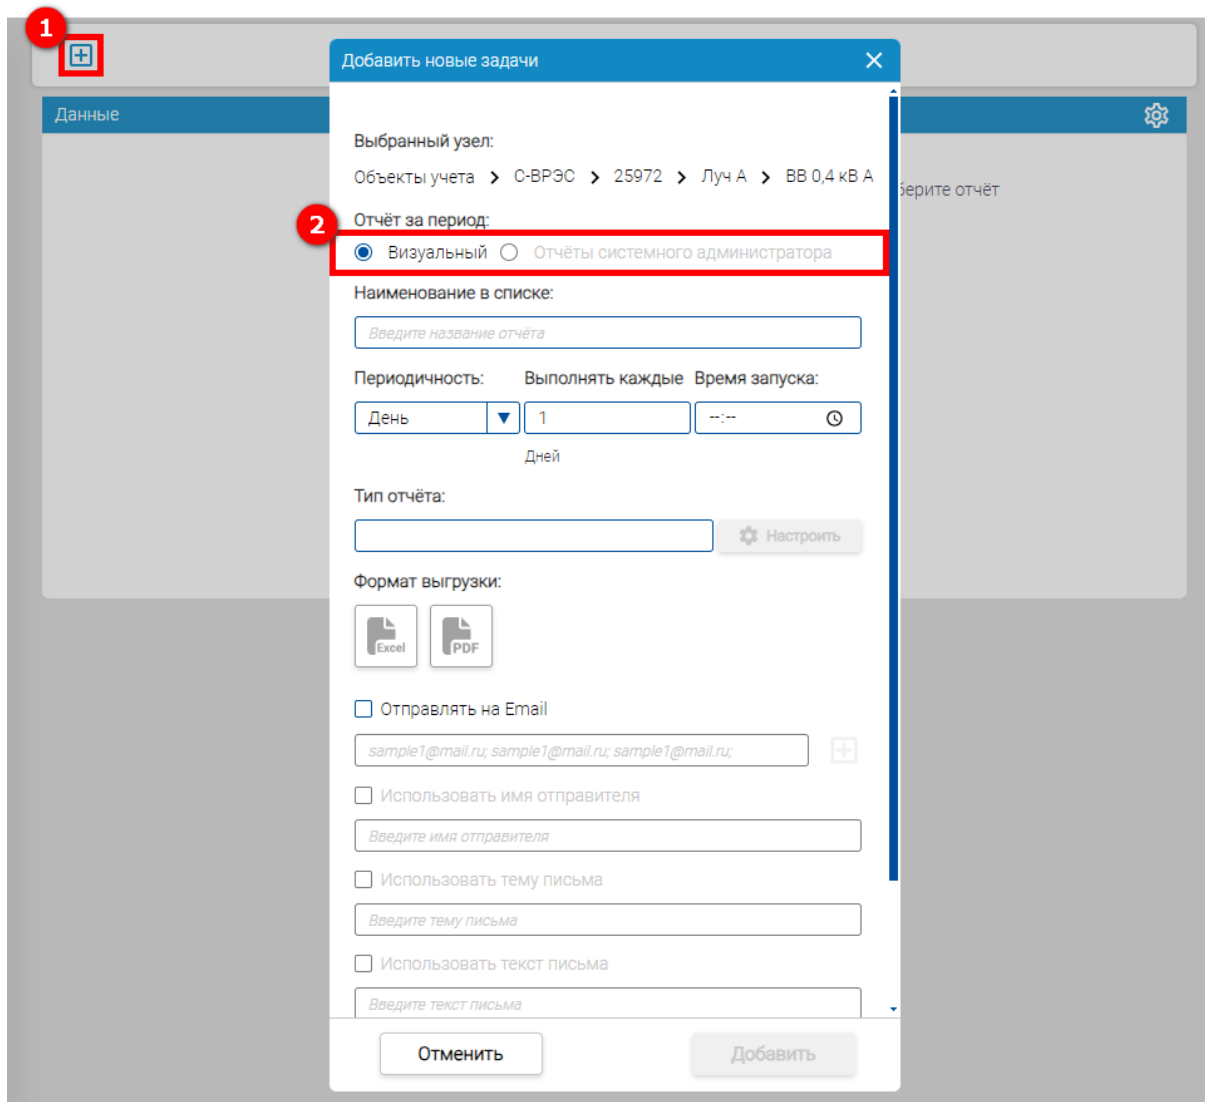

Рисунок 58 – Отчеты по расписанию – Создание новой задачи
Для настройки автоматического формирования отчетов необходимо нажать кнопку  (1) (см. рисунок 58) и в открывшемся окне необходимо выбрать формат отчета (2) – **Визуальный** или **Отчеты системного оператора**.